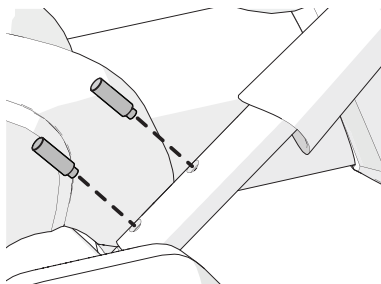

Рисунок 17
1. Извлеките два стопорных винта из одной рукоятки (см. рисунок 17).